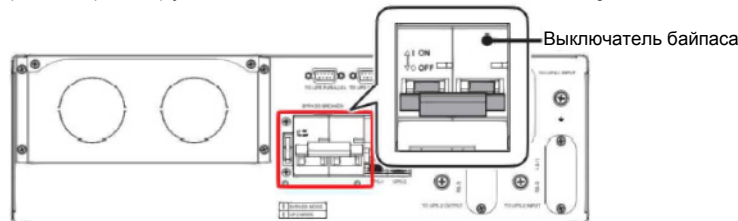

Рисунок 18
- 23 Переведите выключатель байпаса на БСБ в положение OFF (ОТКЛ.). Положения ON (ВКЛ.) и OFF (ОТКЛ.) указаны на выключателе байпаса, см. **Рисунок 18**.